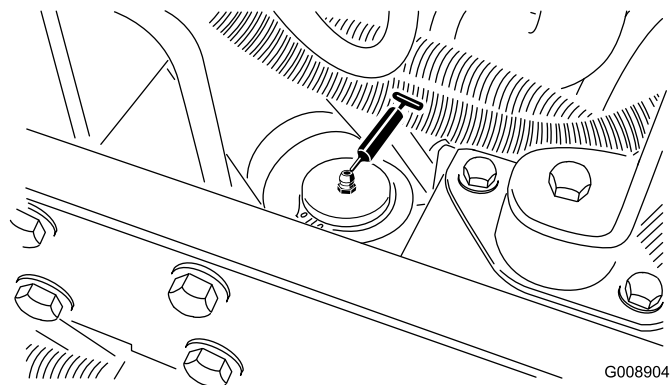

Рисунок 41
- Цилиндр рулевого механизма (Рисунок 41).